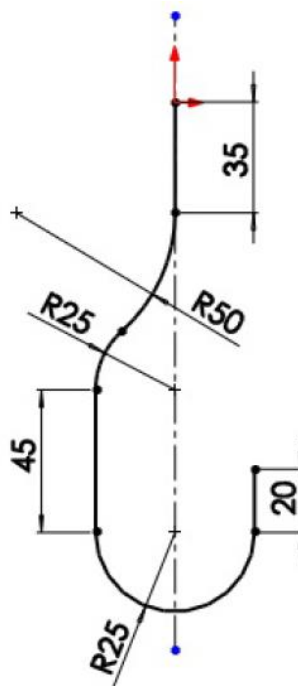

Рисунок 6.14 – Ескіз траєкторії
- а) Створіть траєкторію для елемента протяжки (див. рисунок 6.14).